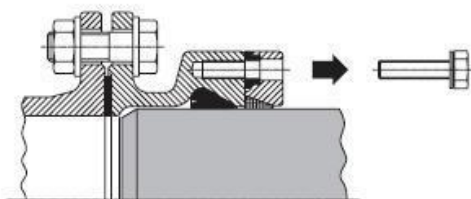

Bild 5
1. Die Schubsicherungsschrauben lösen und komplett entfernen. (siehe Bild 5)